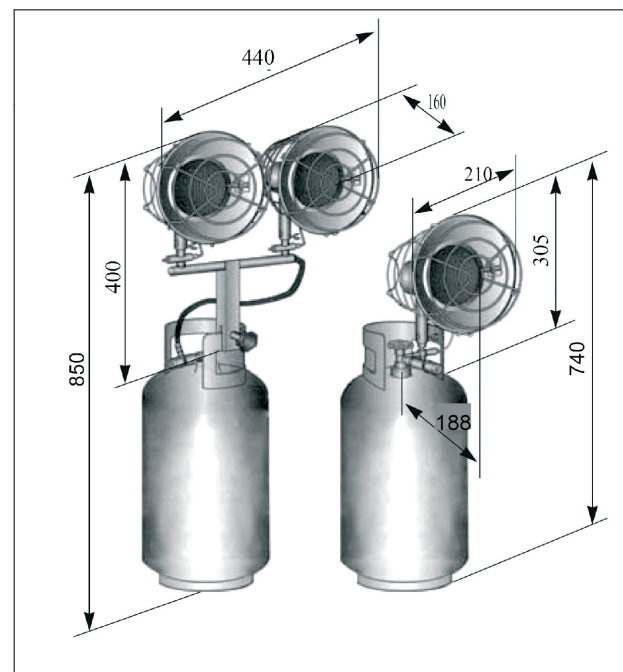

Рис. 2. Внешние размеры нагревателей в собранном виде.
4.1. Установите нагреватель на стандартный бытовой газовый баллон с надписью «ПРОПАН» со стандартным вентиляем ВБ-2М (5,12,27,50 л) согласно рис.2 и закрепите с помощью монтажного болта. Нагреватель должен быть установлен строго вертикально, регулятор подачи газа должен находиться сбоку либо сзади от направления излучения тепла камерой сгорания. Монтажный болт должен находиться снаружи.